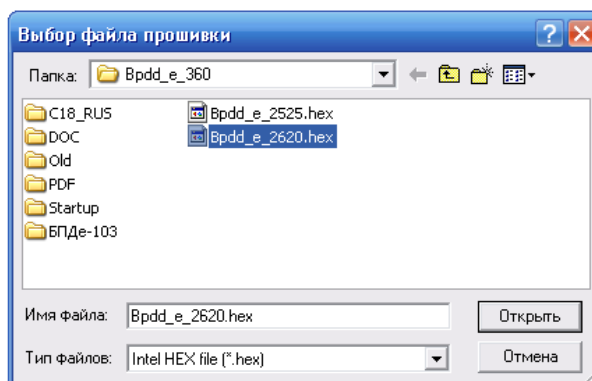

Рисунок 27 – Выбор файла программы БПДД-Е
3. В появившемся окне выбора файла следует выбрать нужный файл обновления (рисунок 27).